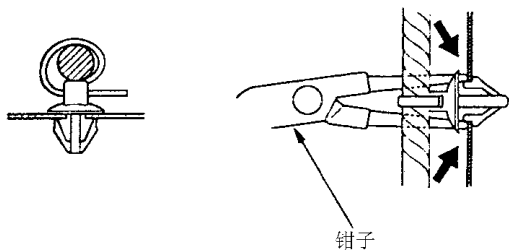

图 1-29 捏紧膨胀片
3) 如图 1-29 所示，将钳子滑到线夹底部，并以一定角度穿孔，然后捏紧膨胀片，以松脱线夹。